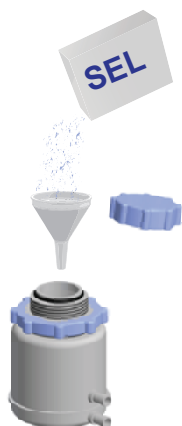

fig. 13
- Une fois que la cuve vide, contrôler et le cas échéant, rajouter du sel en veillant à ne pas le répandre de la cuve même. Une grosse concentration de sel dans la cuve peut compromettre le bon fonctionnement et la longévité de la machine. Remplir le réservoir spécial placé à l'intérieur de la cuve (voir fig. 13) avec du sel de cuisine (grains de 1-2 mm - capacité maximale du réservoir est de 500 gr.).